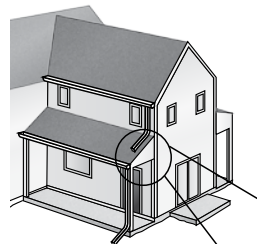

Ilustración 2
- Instale los paneles de sofito haciendo contacto moderado en sus terminaciones, provea juntas de PVC o de metal, tableros de listones o deje el espacio libre apropiado y calafatee (ilustración 2).
- Coloque los sujetadores a 3/8" de los bordes de los paneles y a no menos de 2" de las esquinas (ilustración 2).